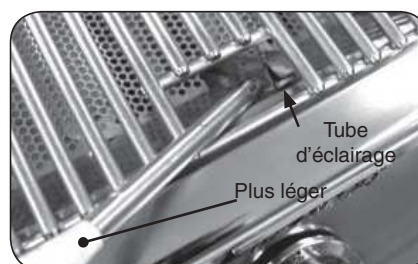

Fig. 22-2 - Éclairage manuel
2. Passez un allumeur brûlant de butane de long-baril ou une allumette brûlante de long-tige dans la grille à cuire s'ouvrant au dessus du tube d'éclairage. (Fig. 22-2). Pour des backburners, tenez la flamme contre le surface du backburner. Pour des sideburners, tenez la flamme contre le brûleur.
4. Si le brûleur ne se allume pas dans les cinq (5) secondes de tourner le bouton de commande, enfoncez immédiatement le bouton et tournez la valve à AU LOIN. ATTENDEZ CINQ (5) MINUTES avant de répéter les étapes 2 à 4 des instructions manuelles d'éclairage.